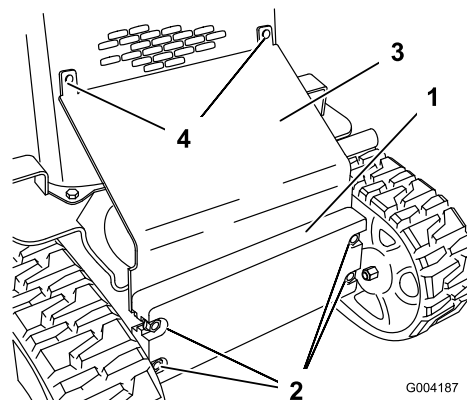

Figure 25
2. Desserrez les boulons de fixation de la masse avant (Figure 25).
3. Enlevez les boulons de carrossier et les écrous de fixation du déflecteur de chaleur (Figure 25).
10. Glissez le déflecteur de chaleur entre le châssis et la masse avant, et fixez-le au panneau avant à l'aide des boulons de carrossier et des écrous enlevés précédemment (Figure 25).
11. Serrez les boulons de fixation de la masse avant (Figure 25).